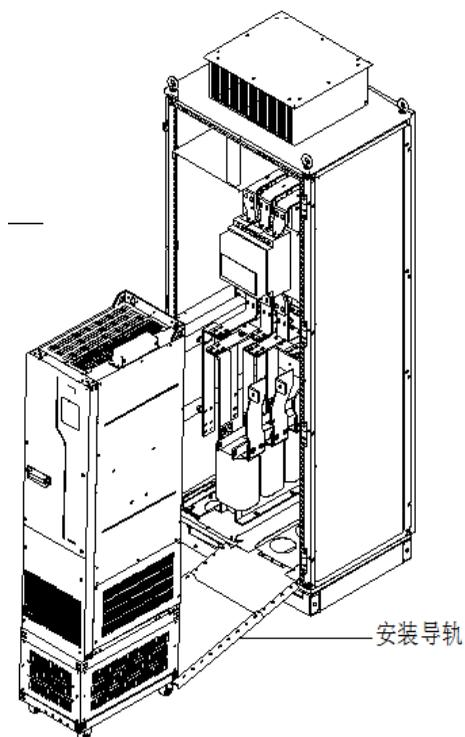

图 4-15 将变频器脚轮对准安装导轨
- ◇ 需要将变频器推入或推出机柜时，务必将变频器脚轮对准导轨后再推入或拉出，为确保安全，必须要求两个人操作，如图 4-15、图 4-16；
4	两个人配合操作，将变频器脚轮对准安装导轨后，缓缓推入机柜（如图 4-15、图 4-16，安装过程中请使用安装辅助绳，避免变频器在推入/拉出过程中发生侧翻）。